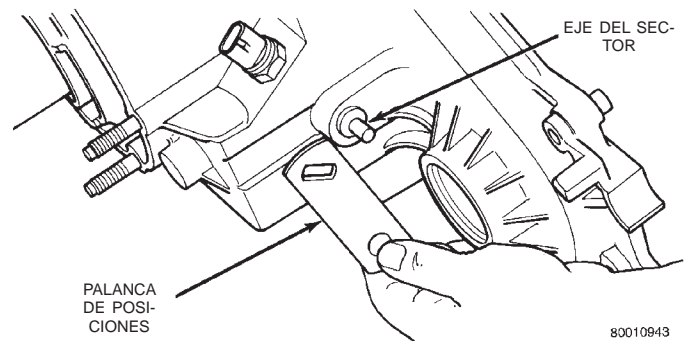

Fig. 17 Desmontaje de la palanca de posiciones
(4) Retire la arandela de la junta situada en el eje transmisor delantero. Deseche la arandela ya que no puede volver a utilizarse.
(5) Retire la tuerca y arandela que fijan la palanca de posiciones al eje de sector. Después mueva el sector a la posición NEUTRAL y retire la palanca de posiciones del eje (Fig. 17).